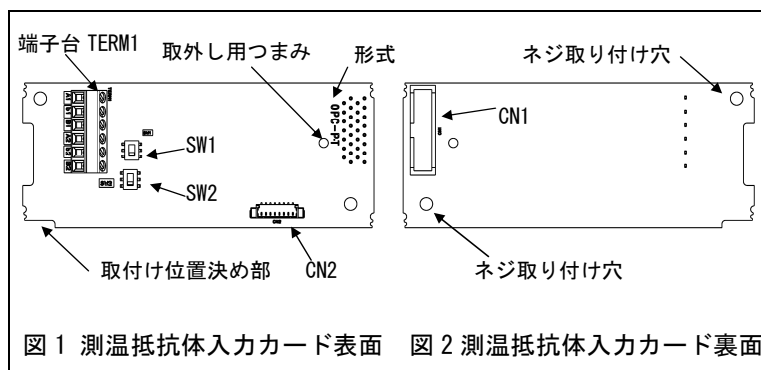

図1 測温抵抗体入力カード表面 図2 測温抵抗体入力カード裏面
- (1) 測温抵抗体入力カードおよび、ねじ(M3×8:2本)が入っていることを確認してください。
- (2) 測温抵抗体入力カード上の部品の異常、凹み、反りなど輸送時での破損がないことを確認してください。
- (3) 測温抵抗体入力カード上に形式「OPC-PT」が印刷されていることを確認してください(図1)。
- 注意** 測温抵抗体入力カードの取付け位置決め部(図1)がツメ(図4①)にセットされ、CN1(図4②)が確実に差し込まれていることを確認してください。図5は取付け完了を示します。
- (3) OPC-PTの配線を行います。